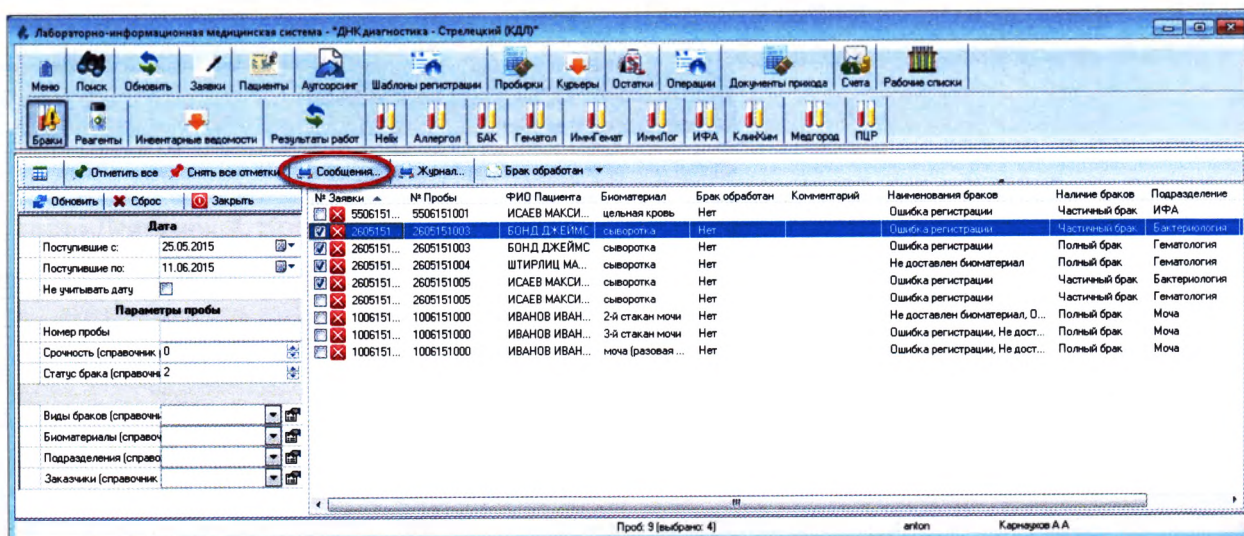

Рисунок 7.23
2. Нажмите кнопку «Сообщения» (Рисунок 7.23):